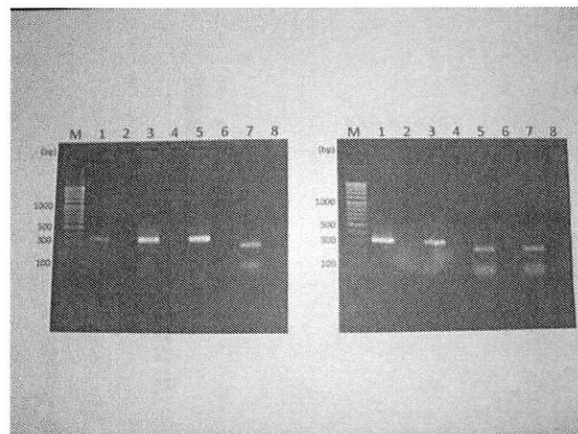

図10 電気泳動のバンド確認
⑪ 電気泳動後、アガロースゲルの染色を行い、バンドの確認を行い(図10)、検体を推定。
(3) 実験の原理についての説明